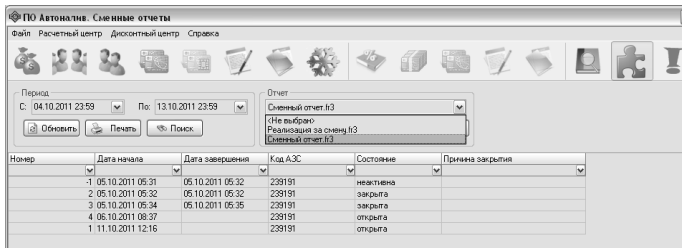

Рисунок 11
3.2 На вкладке "ПО Автоналив. Сменные отчеты" (рисунок 11) производится работа с отчетами по данным, получаемым с помощью уровнемеров. Отчеты формируются по сменам за определенный период, начало и конец которого вводится в поле "Период", в поле "Отчет" устанавливается вид "Сменный отчет".